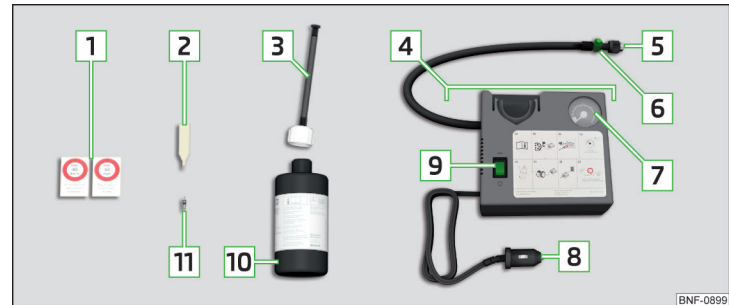

Abb. 249 Pannensetbeschreibung
- › Den Ventileinsatzdreher **2** » **Abb. 249 auf Seite 233** auf den Ventileinsatz stecken, sodass der Ventileinsatz in den Schlitz des Ventileinsatzdrehers passt.
- › Den Reifenfüllschlauch **7** » **Abb. 249 auf Seite 233** fest auf das Reifenventil schrauben.